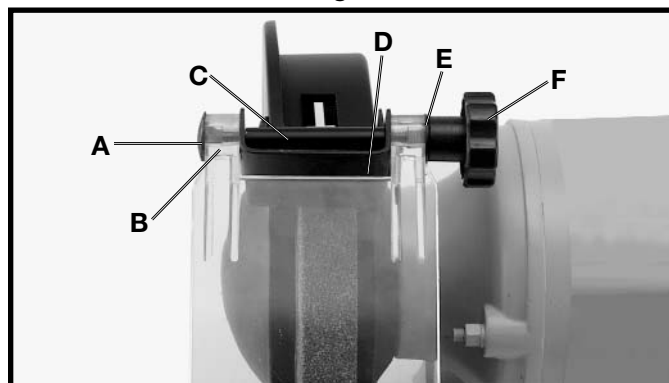

Fig. 8
3. Introduzca el perno del protector de los ojos (A), Fig. 8, a través del agujero del protector de los ojos (B), el casquillo del protector de los ojos (C) y el protector antichispas (D).
4. Coloque una arandela plana de 11/16" (E), Fig. 8, en el extremo del perno del protector de los ojos y sujete el pomo del protector de los ojos (F) al extremo del perno del protector de los ojos.